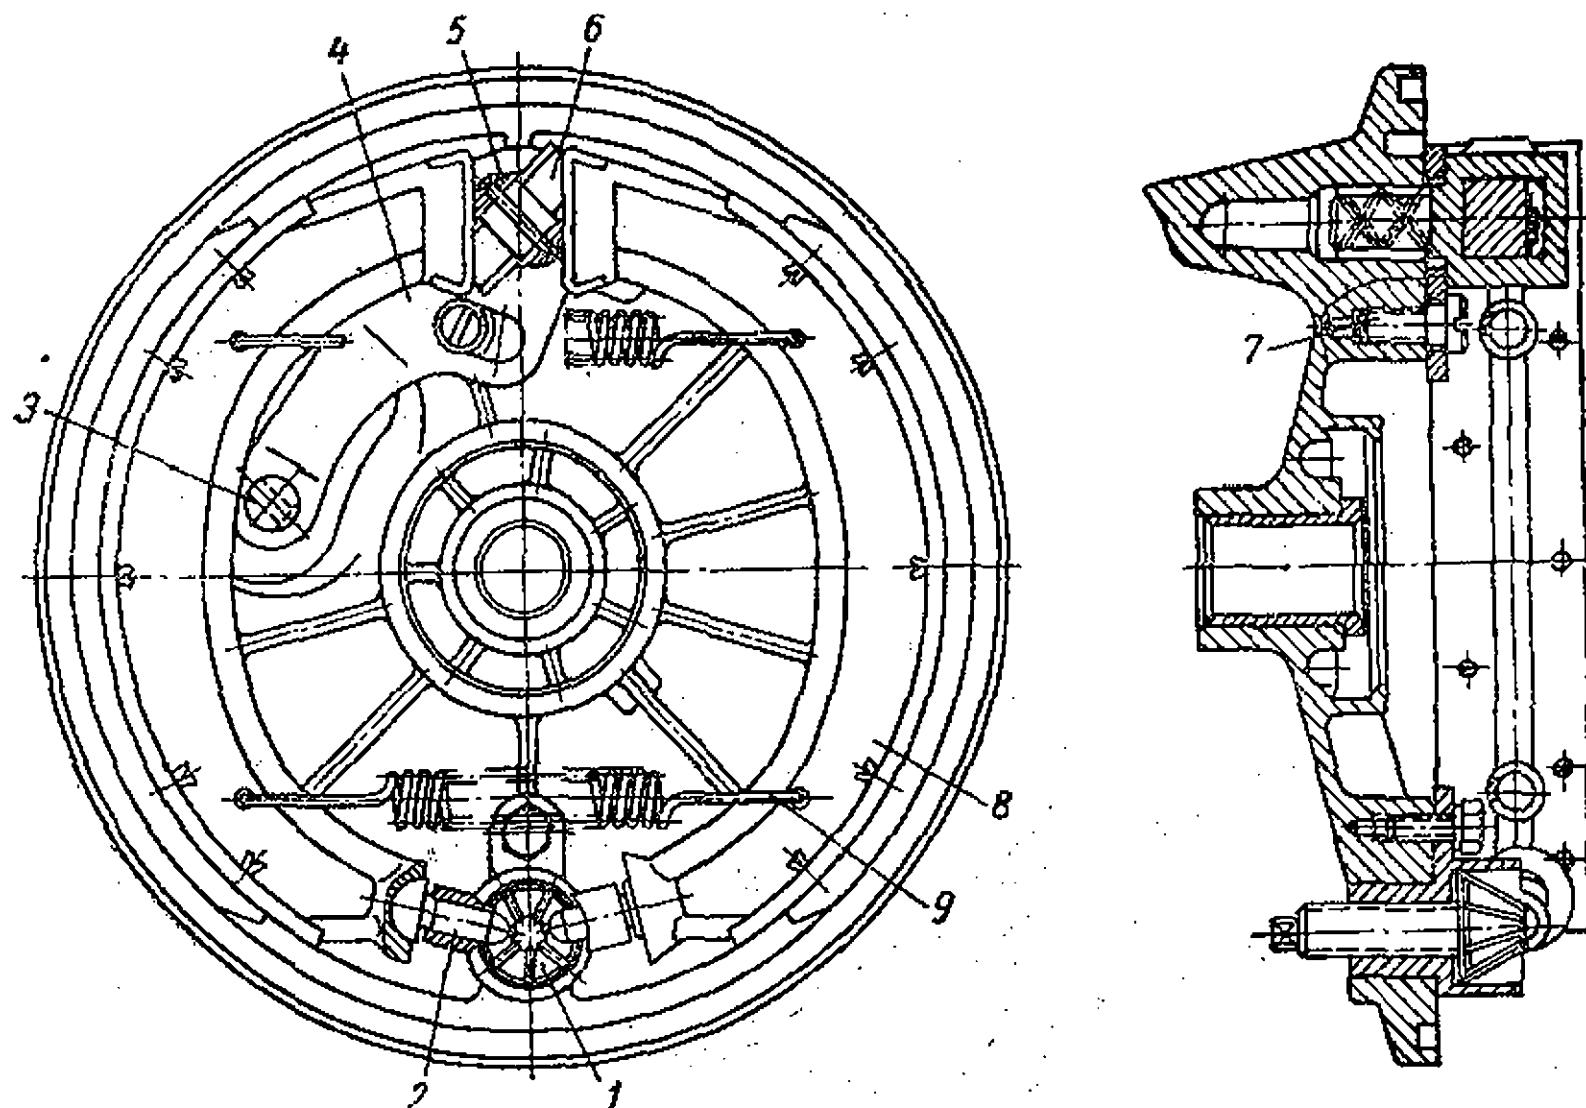
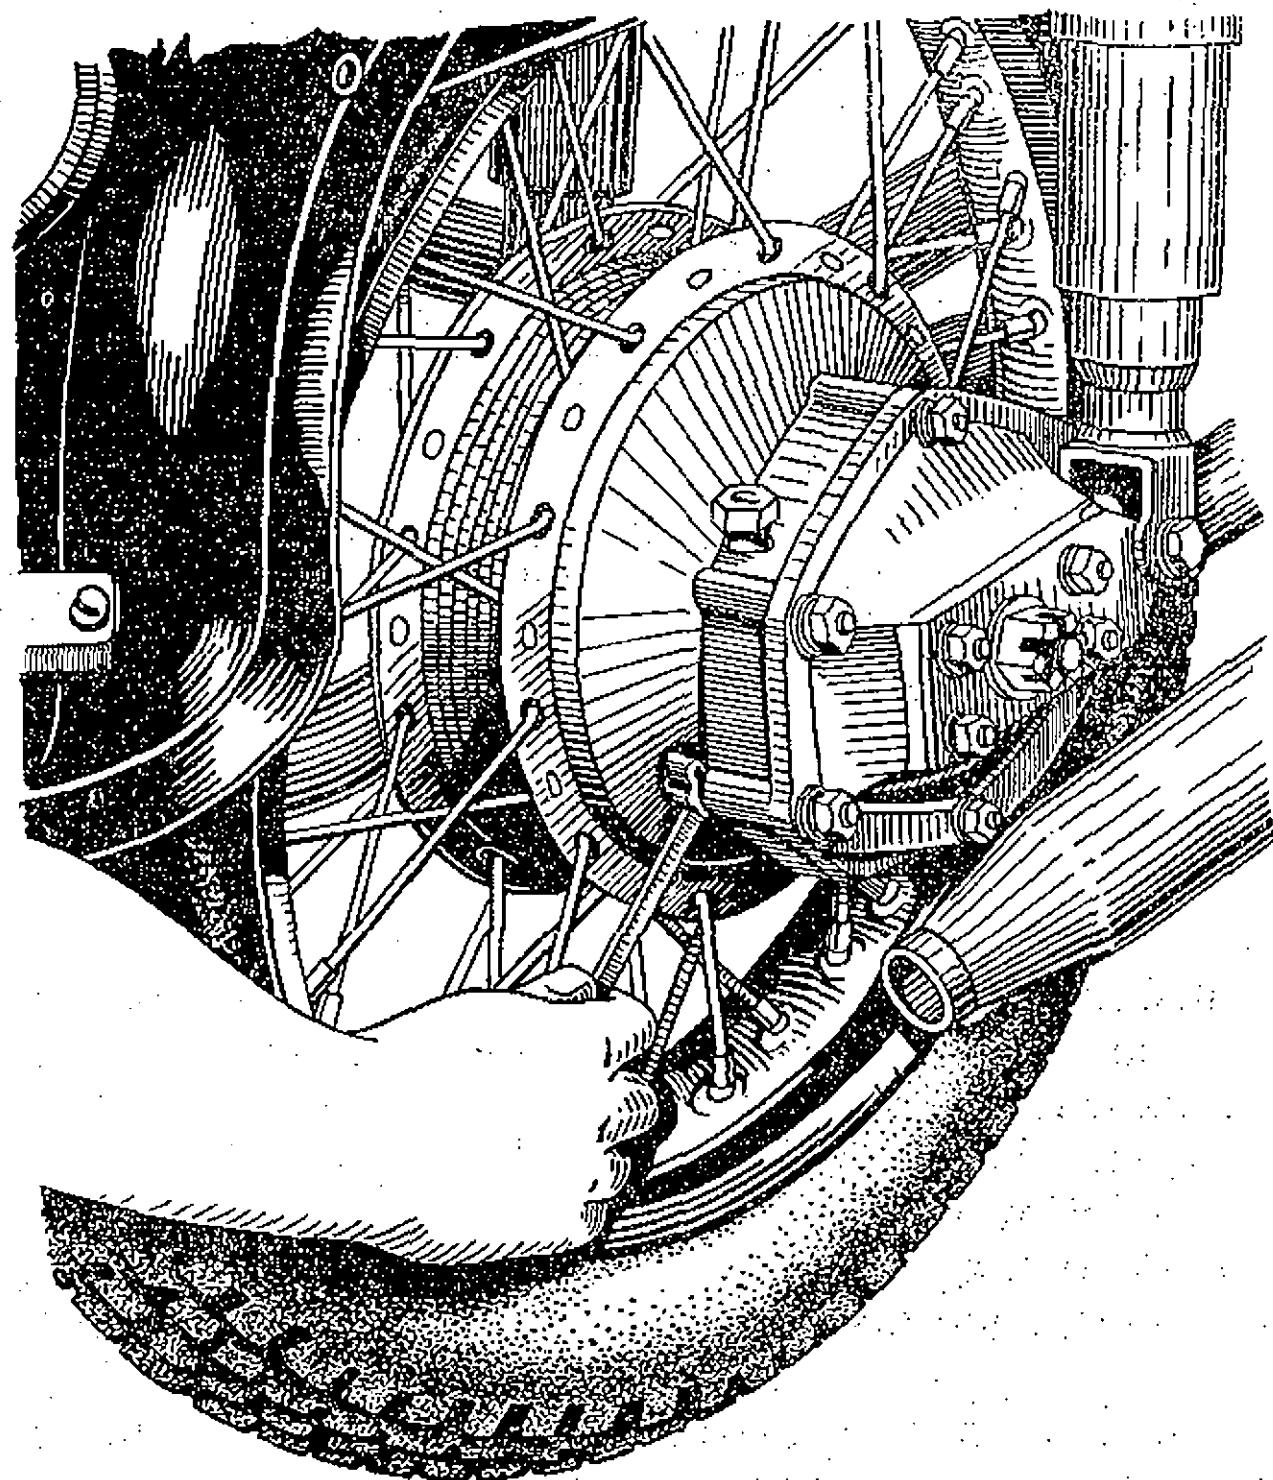

Рис. 23. Тормоз переднего колеса:
Рис. 27. Регулировка тормоза заднего колеса
На рис. 23 представлена конструкция тормоза переднего колеса. Тормозные колодки 8 опираются сферическими гнездами на головки толкателей 2, а нажимными площадками — на кулак 5. Кулак имеет паз, в который установлен уравнитель 6. При повороте кулака уравнитель вместе с ним поворачивается до тех пор, пока колодки не прижмутся к тормозному барабану. Этим обеспечивается равное усилие нажима на обе колодки, и эффективность торможения повышается. Аналогичное устройство имеет тормоз заднего колеса.
Рычаг тормоза заодно с кулаком размещен внутри тормозного диска у тормоза переднего колеса или с внутренней стороны картера главной передачи у тормоза заднего колеса. Привод тормоза переднего колеса осуществляется тросом (диаметром 2,16 мм), а заднего колеса — системой жестких тяг (рис. 27).
- б) на заднем тормозе — при перемещении книзу конца тормозной педали на 10—15 мм. Для восстановления нормального хода педали и рычага до начала торможения необходимо ключом с зевом 8 мм повернуть выступающий квадрат регулировочного конуса 1 (см. рис. 23), как показано на рис. 27, по часовой стрелке на один или несколько фиксирующих интервалов, которые ощущимы, как соответствующие щелчки.